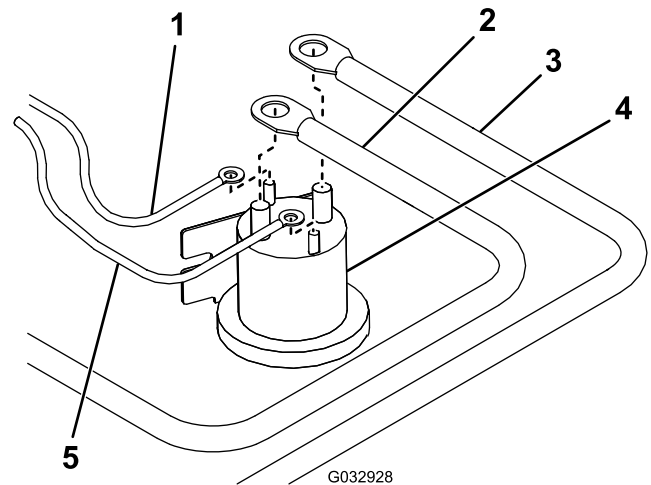

Figure 2
- Branchez le fil blanc/noir du faisceau de câblage à la petite borne sur le solénoïde de la pompe (Figure 2).
- Branchez le fil marron du faisceau de câblage à l'autre petite borne sur le solénoïde de la pompe (Figure 2).
- Reliez le câble d'alimentation/de masse rouge à la grande borne sur le solénoïde de pompe (Figure 2).
- Reliez le câble de batterie à l'autre grande borne sur le solénoïde de pompe (Figure 2).